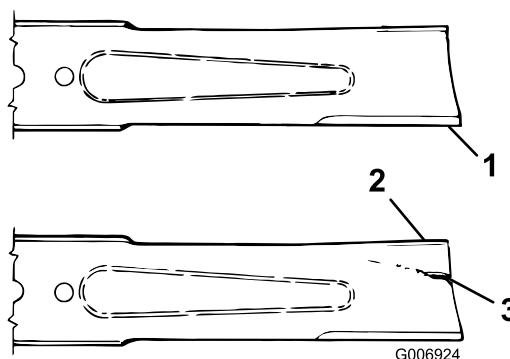

Figura 17
3. Examine cuidadosamente los extremos de corte de la cuchilla, sobre todo en el punto de reunión entre la parte plana y la parte curva de la cuchilla (Figura 17).
4. Si se aprecia desgaste (Figura 17), cambie la cuchilla; consulte Mantenimiento del plano de la cuchilla (página 12).
Si se permite que la cuchilla se desgaste, se formará una hendidura entre la vela y la parte plana de la cuchilla (Figura 17). Con el tiempo, una parte de la cuchilla puede desprenderse y ser arrojada desde debajo de la carcasa, posiblemente causando lesiones graves a usted o a otra persona.